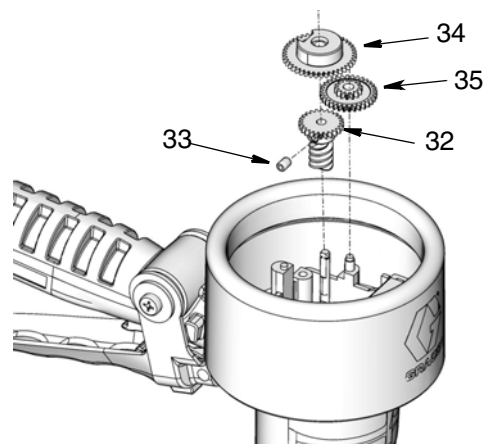

FIG. 18
6. Utilize uma chave sextavada de 2 mm para remover o parafuso de aperto da engrenagem (33). Remova as engrenagens (32, 34, 35) (FIG. 18).